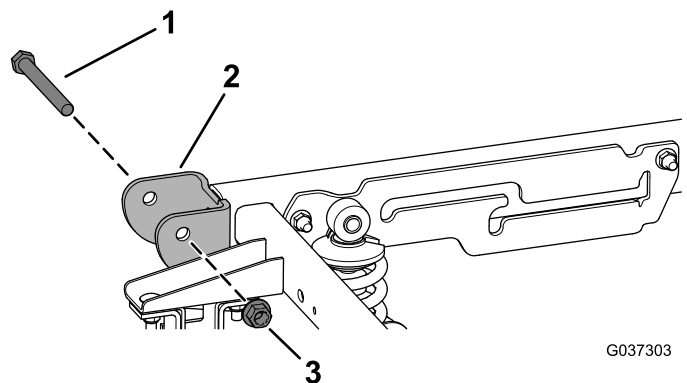

图4
5. 从机器后部的枢轴支架拧下 2 个枢轴螺栓 1/2 x 4-1/2 英寸和 2 个锁紧螺母 1/2 英寸 图4。